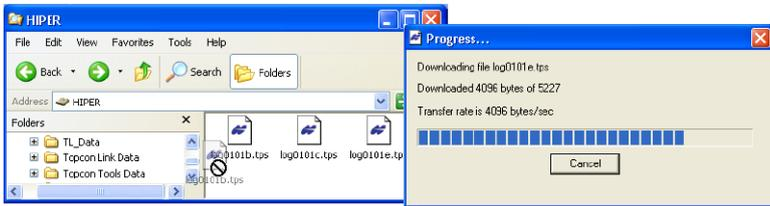

Figura 5-4. Inizio dell'importazione di file dal ricevitore TPS/Importazione in corso
8. Per importare i file dal ricevitore in una cartella, selezionare i file desiderati e copiarli nella cartella usando il metodo copia-incolla (Figura 5-4).